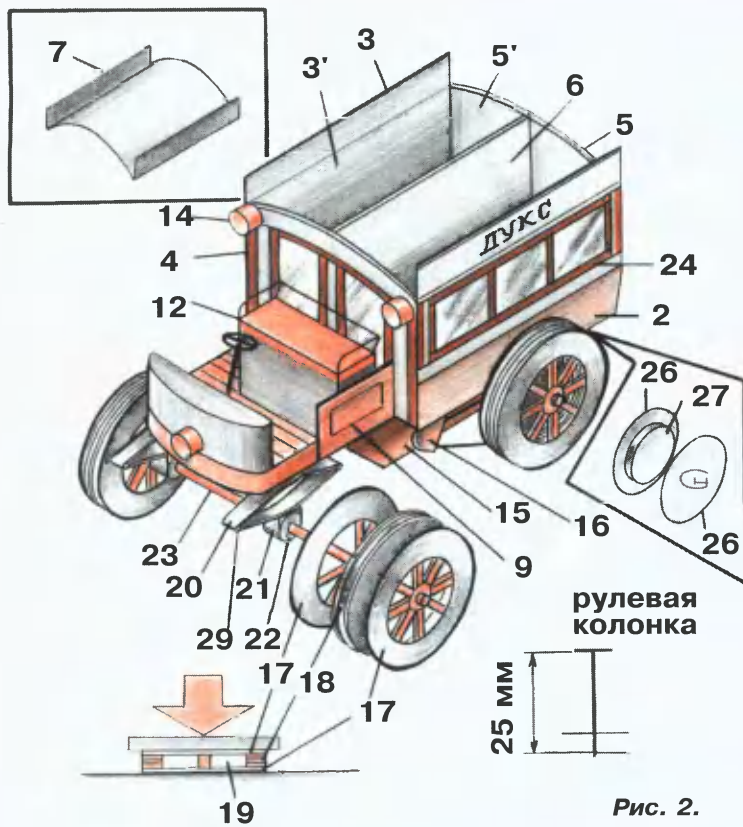

Рис. 2.
Соберите салон и вклейте в него продольное ребро жесткости 6. Прежде чем вклеивать крышу 7, изогните заготовку по форме (рис. 2). При вклеивании отогните клапаны вверх. Приклейте сперва одну сторону, затем смажьте клеем дуги передней и задней стенок, а также ребро 6. Придержите руками конструкцию, пока клей не высохнет, и приклейте клапан противоположной стороны.
Соберите и приклейте защитную планку 13 и фонари 14. Снизу приклейте моторный отсек 15, а к нему с боков — защитные кожухи малых ведущих звездочек 16. Большие звездочки выполнены в виде шайб 26, 27, приклеенных внутри к задним колесам (рис.2).
Перед началом сборки колес вырежьте боковины 17. Резаком аккуратно прорежьте незакрашенные секторы между спицами. Из картона или ватмана вырежьте средние (внутренние) кольца 18 (рис.2), соберите их в блок, склейте и положите под пресс. Толщина такого блока должна лежать в пределах 1,5 — 2 мм. С внутренней стороны к спицам приклейте отрезки спичек 19 длиной 9,5 мм так, чтобы в центре осталось отверстие для оси диаметром 2,5 мм. Снаружи и внутри колеса в центре наклейте несколько кружков 26, чтобы образовалась некоторая толщина наподобие ступицы.
держивается пружиной или резиновым жгутом. Под рычагом поворота (см. рис. 2) располагается небольшой резиновый резервуар ресивер, в котором воздух отсутствует. Резервуар соединен резиновой трубкой с управляющим пластиковым баллончиком или резиновой «грушей», находящейся на пульте управления.
**Рис. 2.** Пневматическая, кинематическая и электрическая схемы ручного пульта управления: 1 — поворотная цапфа; 2 — рулевая тяга; 3 — возвратная пружина; 4 — рулевой рычаг; 5 — резиновый ресивер; 6 — неподвижная панель; 7 — пневмопровод; 8 — пластиковый баллончик-нагнетатель; А, Б — фазы поворота.